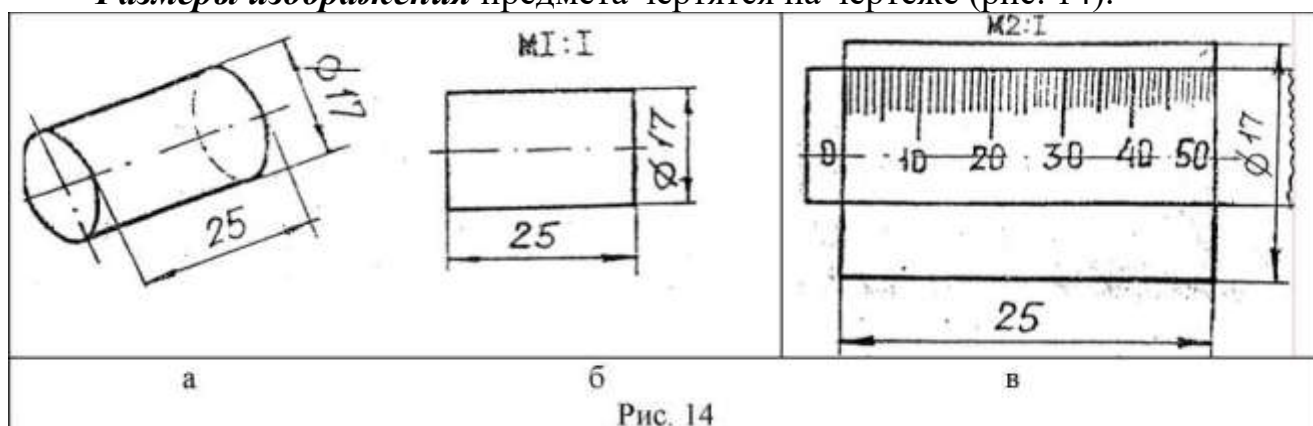

Рис. 14
*Размеры изображения* предмета чертятся на чертеже (рис. 14).
На рис. 14а дано изображение цилиндра в натуральную величину.
На рис. 14 б чертёж цилиндра выполнен в масштабе 1:1, потому что размеры изображения (017 мм и длина 25 мм) равны действительным его размерам.
На рис. 14 в чертёж цилиндра выполнен в масштабе 2:1, так как размеры изображения (034 мм и длина 50 мм) больше, чем действительные размеры детали (размерные числа) - 017 и 25 в два раза.
Для того, чтобы изготовить предмет (деталь), нужно иметь его чертёж. Детали бывают большие и малые. При вычерчивании чертежей используют масштаб. Масштаб показывает, во сколько раз линейные размеры изображения детали больше или меньше действительных линейных размеров детали. Масштаб увеличения применяют для деталей, которые имеют маленькие действительные размеры. При вычерчивании больших деталей применяют масштаб уменьшения. Масштаб 1:1 применяется, если размеры изображения равны действительным размерам детали. Размерные числа на чертеже - это действительные размеры детали (рис. 14) и они не зависят от масштаба.